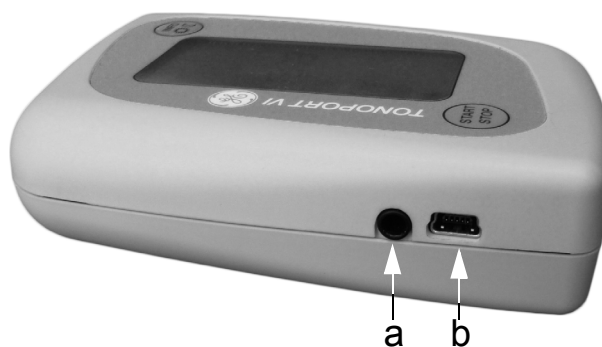

Рис. 5-1 Підключення до кабелю ПК
- через кабель 2001589-040, якщо використовується порт USB пристрою TONOPORT VI (**b**, Рис. 5-1)
- через кабель 2001589-011, якщо використовується серійний порт пристрою TONOPORT VI (**a**, Рис. 5-1)
Щоб мати можливість використовувати порт USB пристрою TONOPORT VI (б, Рис. 5-1), необхідно встановити драйвер USB і перевірити зв'язок, як описано нижче.